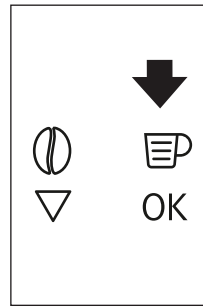
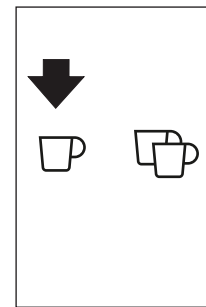
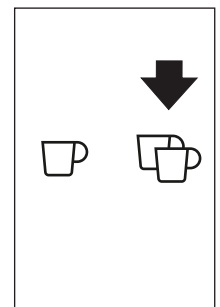

Fig. 18
Fig. 19
Fig. 20
- ▶ Pulse el icono (B5) (Fig. 18) para seleccionar el tipo de café: espresso, taza pequeña, taza mediana, taza grande o jarra. Pulse el icono ☉ (B10) (Fig. 19) si desea hacer un café y la tecla táctil ☉ (B11) (Fig. 20) si desea hacer dos. El aparato muele ahora los granos y comienza a dispensar el café en la taza. Una vez dispensada la cantidad programada de café, la máquina interrumpe automáticamente la dispensación y expulsa los posos al recipiente de posos.